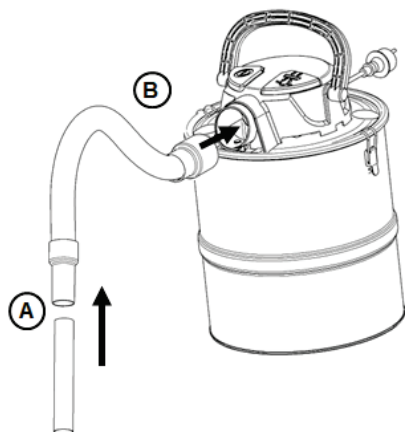

Fig.5
For at støvsuge skal du sætte mundstykket (A) i muffen på sugeslangen som vist i fig. 5. Sæt slangen med muffen ind i støvsugerens indløb. (B).